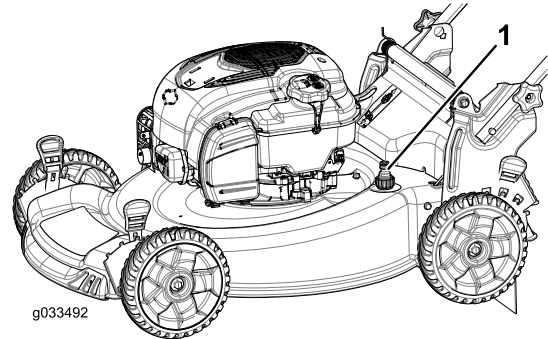

Рисунок 20
5. Присоедините садовый шланг, подключенный к источнику воды, к промывочному отверстию в корпусе (Рисунок 20).